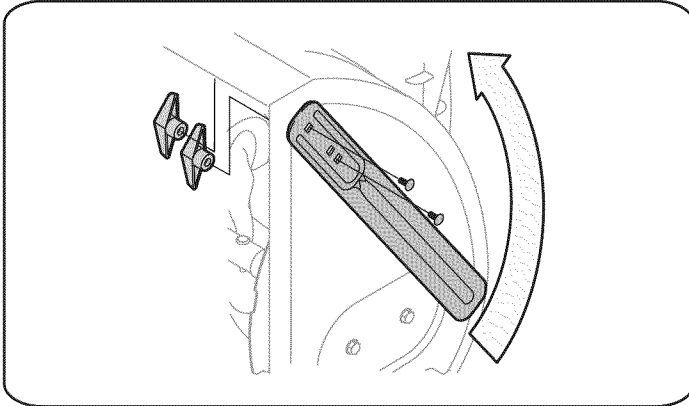

Figura 8
1. Quite las cuatro el pomo de mariposa (dos en cada lado) y pernos. Lugar deriva cortador en posición vertical y volver a conseguir. Ver Figura 8.